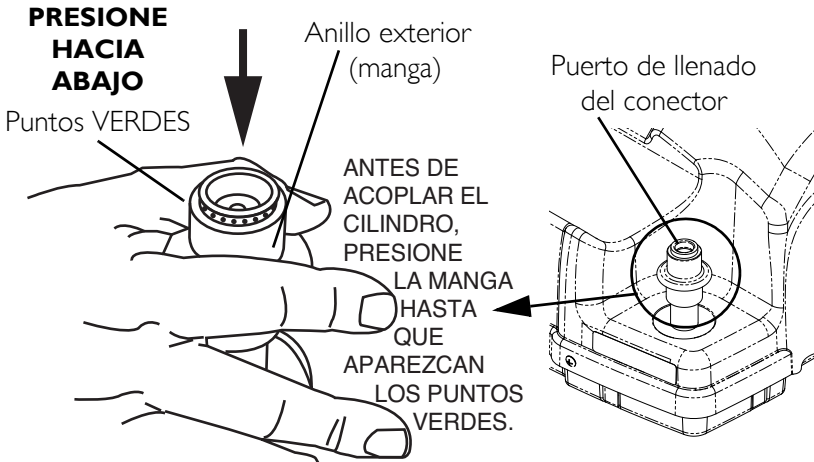

FIGURA 4.4 Restablezca el puerto de llenado del conector
5. En la unidad del compresor, PRESIONE hacia abajo momentáneamente el anillo exterior (manga) del puerto de llenado del conector para restablecer el conector (FIGURA 4.4).